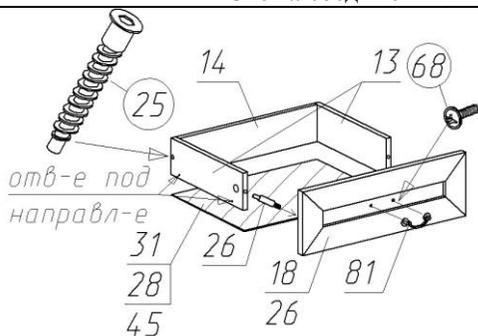

Рис. 3
3. Прикрутите внутреннюю направляющую по разметке к боковым стенкам (поз.13 рис.3) выдвигающего ящика (шуруп Ø4x16).